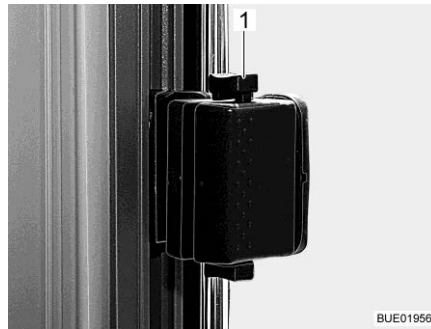

Fig. 99 Ventana corredera, bloqueada
- Empujar el pestillo (Fig. 99,1) hacia abajo.